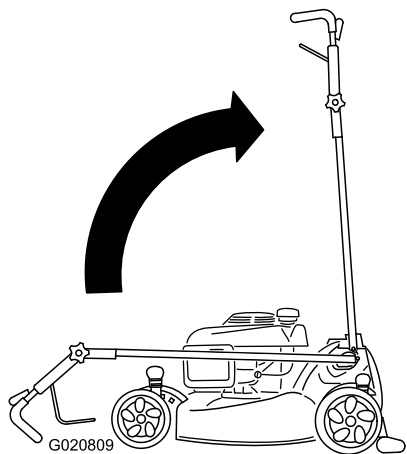

Figura 49
3. Con el motor en marcha y la cuchilla engranada, dirija un chorro de agua por delante de la rueda trasera derecha (Figura 49).
- Mueva el manillar a la posición vertical (Figura 49).